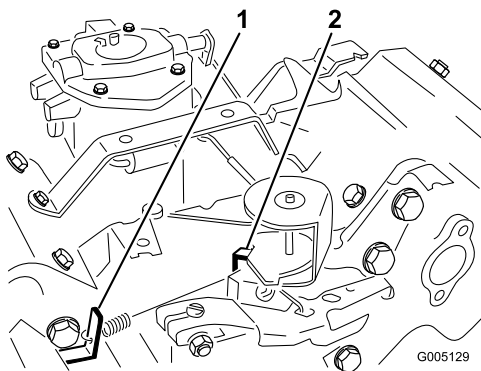

Figure 50
3. Courbez la languette d'ancrage du ressort de ralenti réglé (Figure 50) pour obtenir un régime de ralenti de 1625 ± 50 tr/min. Vérifiez le régime avec un compte-tours.
5. Réglez la manette d'accélérateur en position Haut régime. Pliez la languette d'ancrage du ressort de haut régime (Figure 50) pour obtenir un haut régime de 2850 ± 50 tr/min.